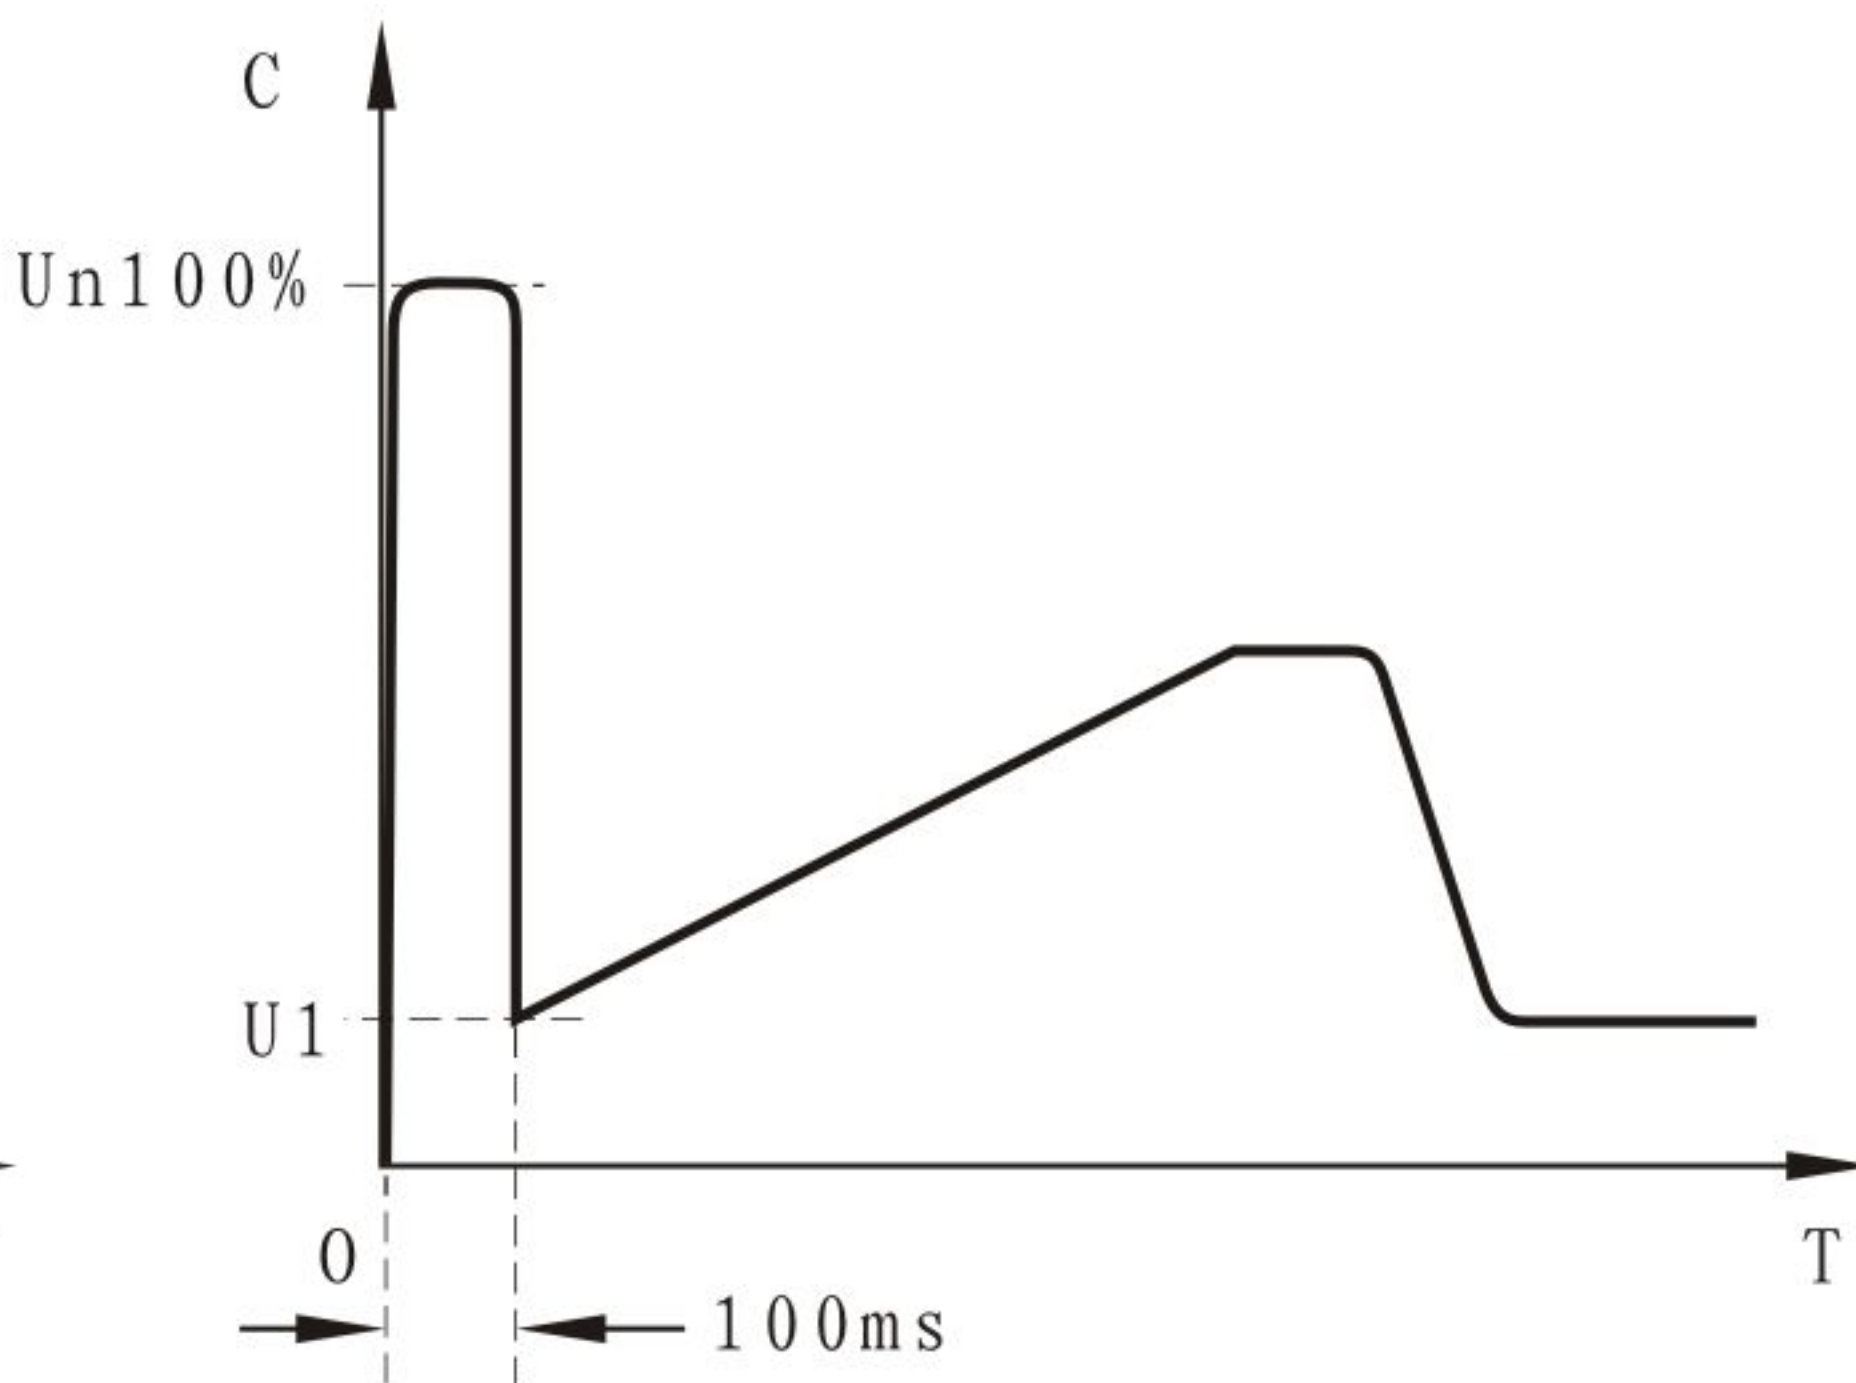

图12-3-2
- ① 代码FB设置2（突跳+限流）或设置3（突跳+电压）起动模式,12-3-1和图12-3-2给出了突跳起动模式的输出变化波形。在某些重载场合下，由于机械静摩擦力的影响而不能起动电机时，可选用此种起动模式。在起动时，先对电动机施加一个较高的固定电压并持续有限的一段时间，以克服电动机负载的静摩擦力使电机转动，然后按限电流或电压斜坡的方式起动。
- ② 在用此模式前，应先用非突跳模式起动电机，若电机因静摩擦力太大不能转动时，再选用此模式；否则应避免采用此模式起动，以减少不必要的大电流冲击。